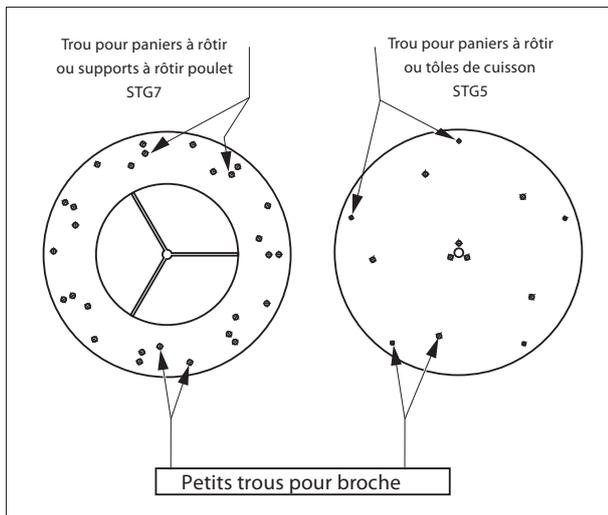

Figure 3.2
- ☒ Insérer les pointes de la broche dans les trous qui leur sont destinés dans le tournebroche (voir figure 3.2). Insérer l'autre extrémité dans les trous correspondants du tournebroche opposé.
- ☒ Insérer les extrémités des tôles de cuisson dans les trous prévus dans les tournebroches (voir figure 3.2).
- ☒ Insérer les extrémités des paniers à viande/ supports pour poulet dans les trous correspondants des tournebroches (voir figure 3.2).